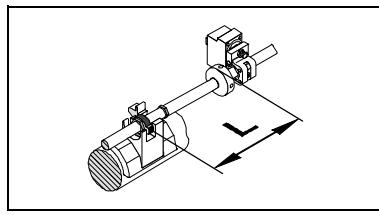

Fig. 17/Bild 17
L'istante corretto viene raggiunto nel momento in cui lo stelo, durante lo spostamento nella direzione della corsa, ha superato il punto di commutazione (S) e vi è tempo sufficiente a disposizione per lo spostamento dell'asta filettata prima che si raggiunga il primo fermo meccanico (v. fig. 17). Per ottenere questo parametro, si deve rispettare la distanza minima L (v. capitolo "Curve caratteristiche").
Den korrekta tidpunkten har uppnåtts när den i slagriktningen förflyttade kolvstången har överskridit omkopplingspunkten (S) och det innan den når den första anslagsvingen och återstår tillräcklig tid för transport av gängstången (se bild 17). Detta tags i beaktning med minimiavståndet L (se kurvor).